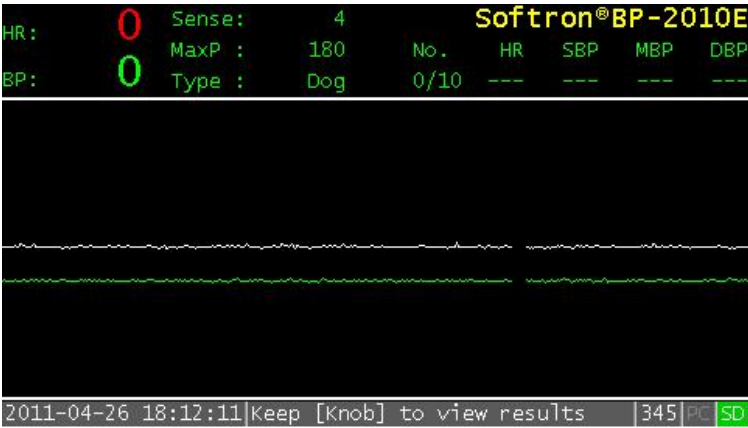

图 3-1 等待阶段界面
- 打开主机电源，显示logo后，若血压计工作正常，设备将进入等待阶段，如图3-1所示，画面从上到下分成了三部分：相关信息显示区、波形显示区和状态栏。